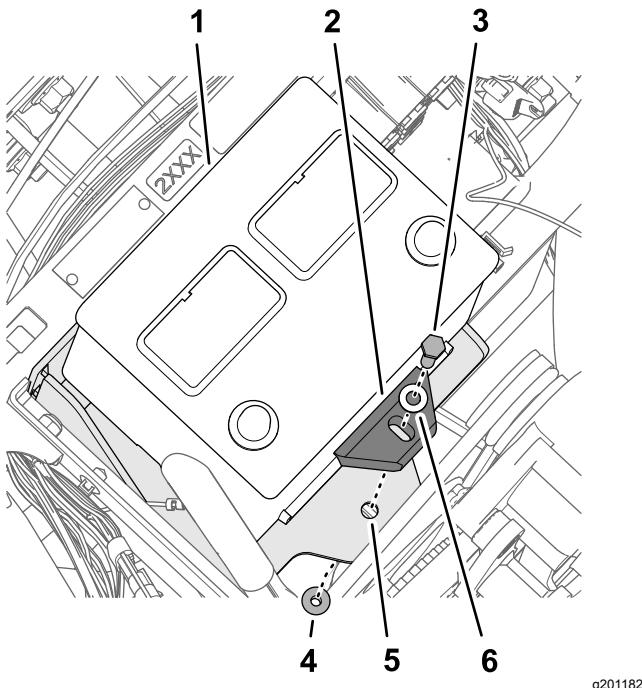

Figura 175
5. Prenda a bateria no suporte da bateria com o parafuso (5/16 x 1-3/4 pol.), anilha (5/16 pol.), retentor da bateria e porca de bloqueio flangeada (5/16 pol.) como se mostra na Figura 175.